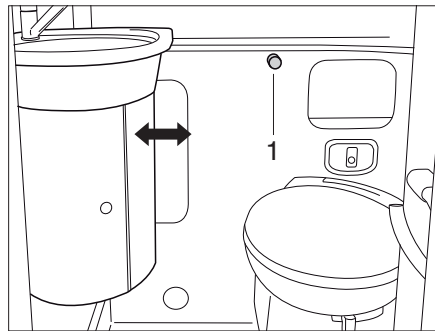

Bild 270 Variabler Waschtisch
- Verschlussknopf (Bild 270,1) nach links drehen.
- Verschlussknopf (Bild 270,1) nach rechts drehen um den Waschtisch zu verriegeln.